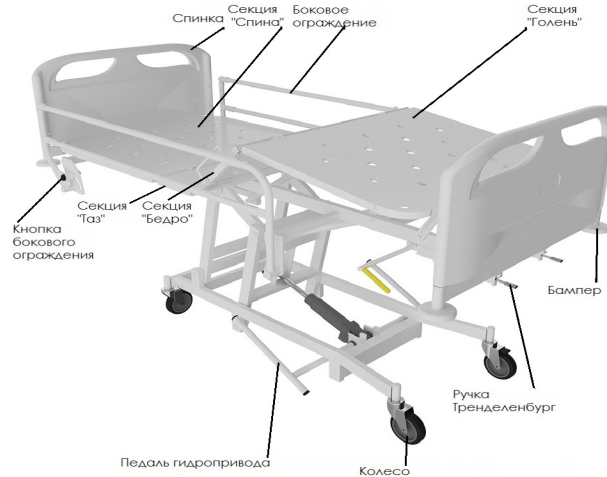

Рисунок 1. Кровать КМФТ145 - «МСК» (МСК- 145).
4.3. Подъем ложа осуществляется при помощи гидроцилиндра путем нажатия на длинный рычаг педали (см. рисунок 1). Опускание осуществляется нажатием на короткий рычаг педали. Высота подъема ложа кровати за один полный ход педали при нагрузке 80±2 кг, равномерно распределенной на ложе, не менее 6 мм. Скорость опускания ложа с равномерно распределенной нагрузкой 2·10-3 — 35·10-3 м/с.